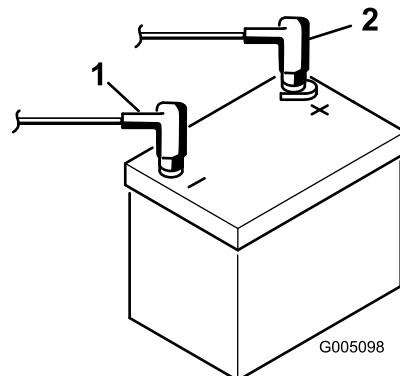

Figura 8
- Conecte el cable positivo (rojo) al borne positivo (+) y el cable negativo (negro) al borne negativo (-) de la batería y sujetelos usando los pernos y las tuercas (Figura 8). Deslice la cubierta de goma sobre el terminal positivo para evitar posibles cortocircuitos eléctricos.